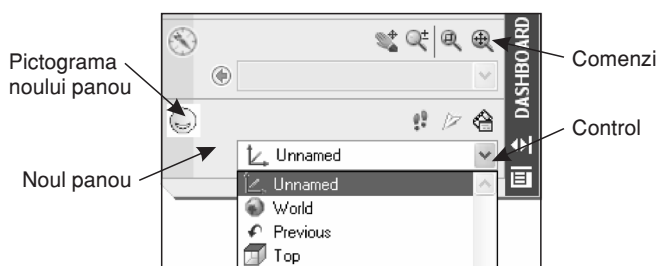

Fig. 5.63 Noul panou
11. Se acționează butonul **OK** al ferestrei **Customize User Interface**. Pe suprafața panoului **Dashboard** apare noul panou, cu comenzile și controalele selectate, ca în Fig. 5.63.